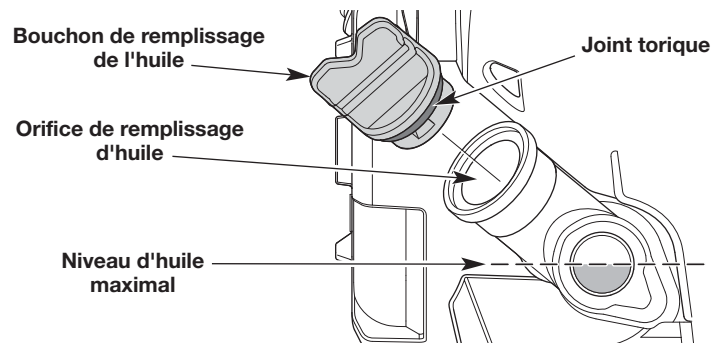

Fig. 12
3. Regardez dans la fenêtre de niveau d'huile, utilisez une lampe de poche si nécessaire. **Le niveau d'huile doit remplir la fenêtre à mi-chemin** (Fig. 12). Si le niveau d'huile est trop bas, ajoutez de l'huile. Reportez-vous à *Ajout d'huile*.
1. Nettoyez la zone autour du bouchon de remplissage (Fig. 12) pour empêcher des débris d'entrer dans l'orifice de remplissage d'huile.
- Ajoutez de l'huile dans l'orifice de remplissage jusqu'à ce que le niveau soit environ à la mi-hauteur de la fenêtre de niveau d'huile (Fig. 12).
**REMARQUE :** Assurez-vous que le joint torique est en place sur le bouchon de remplissage d'huile (Fig. 12).
- Nettoyez la zone autour du bouchon de remplissage (Fig. 12) pour empêcher des débris d'entrer dans l'orifice de remplissage d'huile.